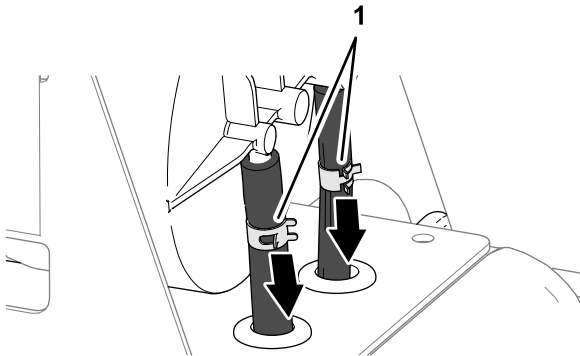

Figure 116
- Afloje las 2 abrazaderas que sujetan las mangueras a los acoplamientos del cartucho de carbón (Figure 116).